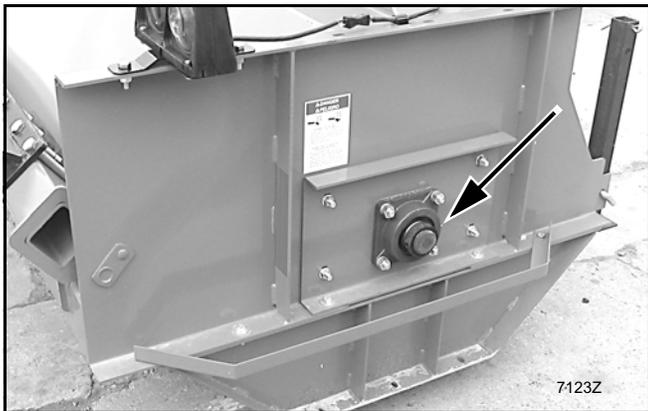

Figura 25. Ponto da lubrificação do rolamento de extremidade do rotor
2. Lubrifique os rolamentos de extremidade do rotor. Consulte Figura 25.